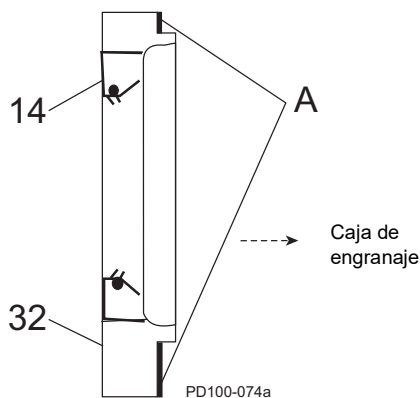

Figura 58 - Instalar el retenedor del rodamiento
18. Cubra las bridas de retención con sellador de silicona (Figura 58, artículo A). (La cinta de sellado Gore-Tex® se puede utilizar en modelos libres de silicona). El sello de grasa (artículo 14) estará al ras con la parte delantera del retenedor del rodamiento. En los modelos 030, el sello de grasa estará contra el escalón en el diámetro interior del retenedor.
19. Instale los retenedores de rodamientos (Figura 58, artículo 32).